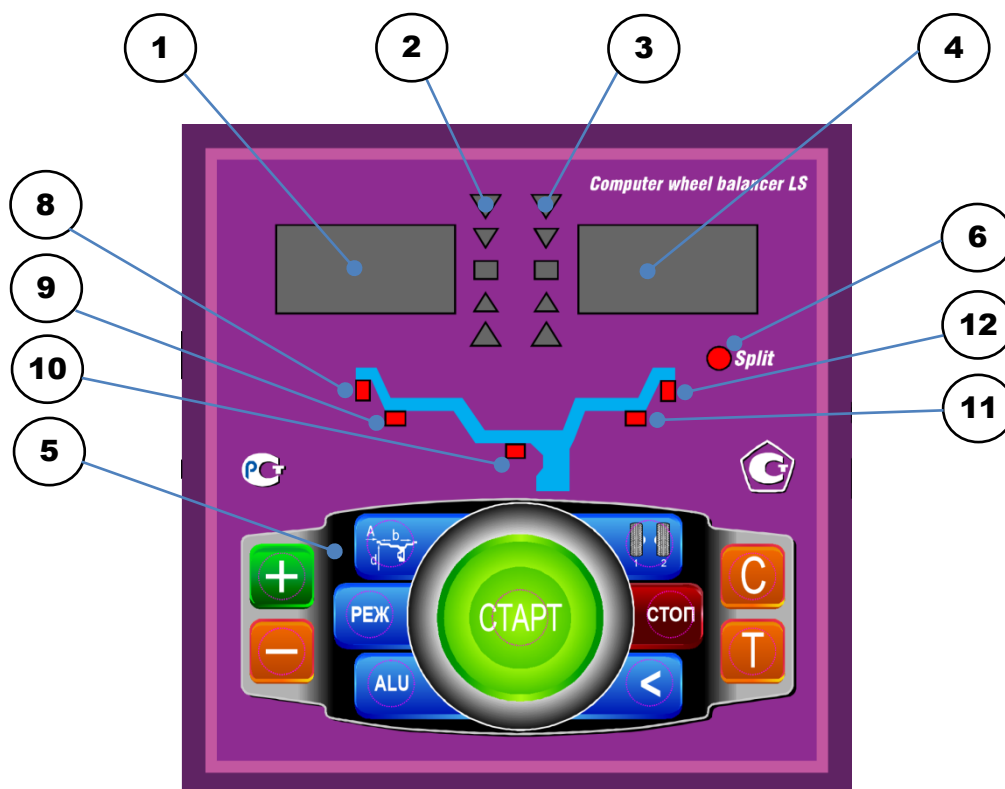

рис.8.1.
8.1. Общий вид лицевой панели показан на рис. 8.1.
При выдвигении штанги на индикаторах 1 (рис. 8.1) отображается значение параметра "А". Значение параметра "d" отображается на индикаторах 4.
Для ввода ширины нажмите кнопку "+" или "-" на индикаторах 1(рис.8.1) высветится "-b-", а на индикаторах 4 значение ширины диска. Через 2-3 сек после установки ширины индикаторы в режим отображения текущего дисбаланса.
Дважды нажать кнопку "A, d, b", после чего на индикаторах 1 (рис.8.1) загорается символ "A", а на индикаторах 4 исходная величина дистанции. Нажимая кнопки "-" и "+" установить на индикаторах 4 требуемую величину дистанции. Через 2-3 сек после установки дистанции показания на индикаторах 1 и 4 возвращаются к отображению текущего дисбаланса, а кнопки "-" и "+" возвращаются в режим ввода ширины обода.
11.1. Переключение схем ALU1-ALU5 осуществляется последовательным нажатием кнопки "ALU" при этом схема установки грузов отображается загоранием соответствующих светодиодов 8-12 (рис.8.1), кроме того, на индикаторах 1 отображаются символы ALU, а на индикаторах 4 номер 1-5. Через 2-3 сек. после установки требуемой программы ALU индикаторы 1-4 переходят в режим отображения дисбаланса.
12.3. Для входа в программу Split удерживайте кнопку РЕЖ, до того, как загорится светодиод 6 (рис.8.1) и на индикаторах 1 загорятся символы "SPn", означающие, что необходимо ввести число спиц обода колеса, подлежащего балансировке. При этом на индикаторах 4 загорается цифра 5. Если число спиц колеса отличается от 5, кнопками "-" и "+" установить на индикаторах 4 фактическое число спиц колеса.
12.4. Запустите СБ. После остановки вала установите любую спицу обода колеса вертикально вверх (на 12 часов) и нажмите кнопку С. После чего, на индикаторе 1 и линейке 2 (рис.8.1) будут указаны величина и место установки корректирующего груза на внутренней плоскости.
Эта функция обеспечивается тем, что каждый раз при вводе новых геометрических параметров и установке требуемой программы ALU, предыдущее состояние запоминается. Для перехода от одного набора параметров к другому необходимо нажать кнопку "1-2". Визуальный контроль того, какие параметры установлены в данный момент, осуществляется нажатием "А, d, b" на индикаторах 4 (рис.8.1) будут последовательно отображены, установленные в данный момент диаметр, ширина обода и дистанция.
14.1. При включении тумблера питания СБ на индикаторах 1 (рис. 8.1) высвечивается трёхзначное число - номер версии программного обеспечения. Через 2-3 сек на индикаторах 1 и 4 должны загореться нули, кроме того должны загореться светодиоды 8 и 12, что свидетельствует о включении режима стандартной балансировки с установкой на обеих плоскостях коррекции грузиков на пружинках. На линейках 2 и 3 (рис. 8.1) должны загореться центральные светодиоды.
14.2. При включении СБ программа измерения дисбаланса настраивается таким образом, что дисбаланс менее 8 г (заводская установка для легкового режима) на любой плоскости коррекции не показывается, в этом случае на индикаторах 1 и 4 (рис. 8.1) высвечиваются "0". Минимальный дисбаланс отображающийся на индикаторах 1 и 4 равен 8г. Дисбаланс, превышающий 8г, округляется до величины кратной 5, т. е. дисбаланс 9, 10, 11 и 12 г отображается цифрой 10, дисбаланс 13, 14, 15, 16 и 17 г - цифрой 15 и т. д. Для просмотра неокруглённого значения дисбаланса или дисбаланса менее 8г. необходимо нажать кнопку "<", при этом на индикаторах 1 и 4 на 2-3 сек высвечиваются фактические значения дисбаланса, определённые в данном запуске.